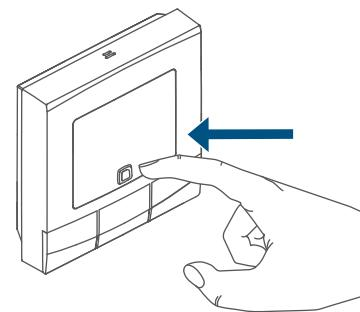

Figura 5
- Dado el caso, abra el compartimento de las pilas (G), soltando para ello el soporte de pared con un destornillador plano (*→v. figura*).
- Pulse el botón del sistema (C) durante al menos 4 seg. para activar el modo de conexión. El LED del dispositivo (C) empieza a parpadear con luz naranja (v. figura 5). El modo de conexión está activo durante 3 minutos.